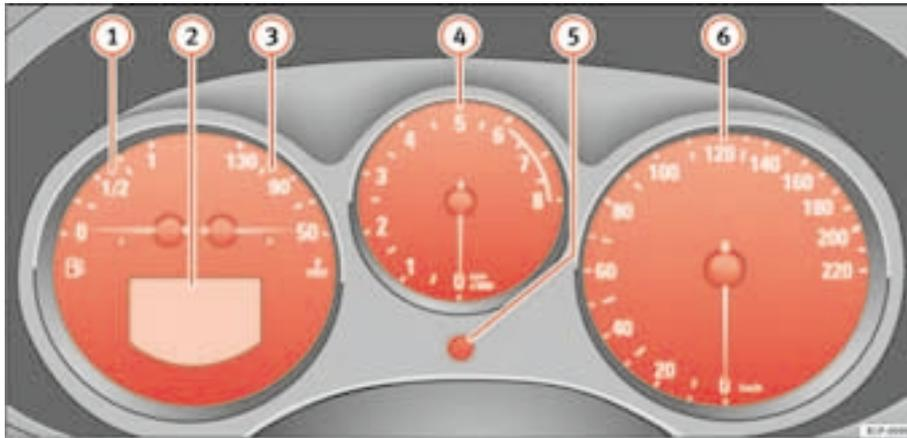

Fig. 32 Detalle del tablero de instrumentos: cuadro de instrumentos
El principio de la zona roja ⇒ [página 59, fig. 32 !\[\]\(93891996b41fff7d4935b1c607f97b73_img.jpg\)](#) indica el régimen máximo de revoluciones del motor funcionando a temperatura de servicio. Antes de alcanzar dicha zona se debe cambiar a una marcha más larga, colocar la palanca selectora en D o levantar el pie del acelerador.
- Para ajustar las horas, gire el botón ⇒ [página 59, fig. 32 !\[\]\(92c5ac539a8a0ca0926ab53ca1236f65_img.jpg\)](#) hacia la izquierda hasta el tope. Si gira el botón brevemente hacia la izquierda, se avanza una hora.
El contador derecho registra los recorridos cortos. La última posición indica tramos de 100 m. El contador para recorridos cortos puede ponerse a cero presionando el botón de puesta a cero ⇒ página 59, fig. 32 ⑤.